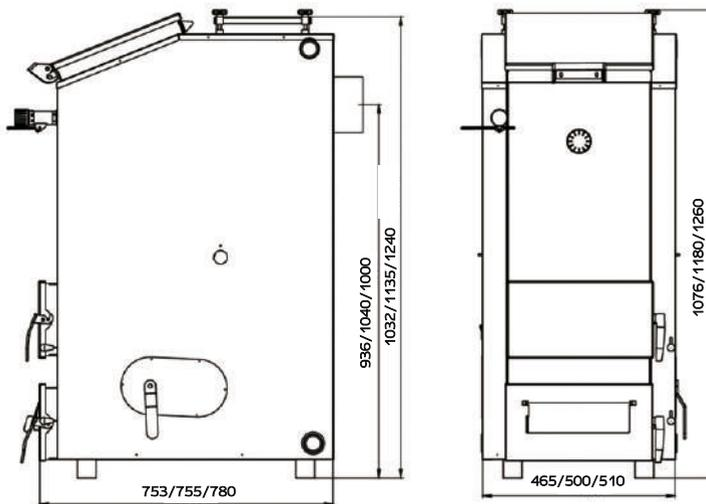
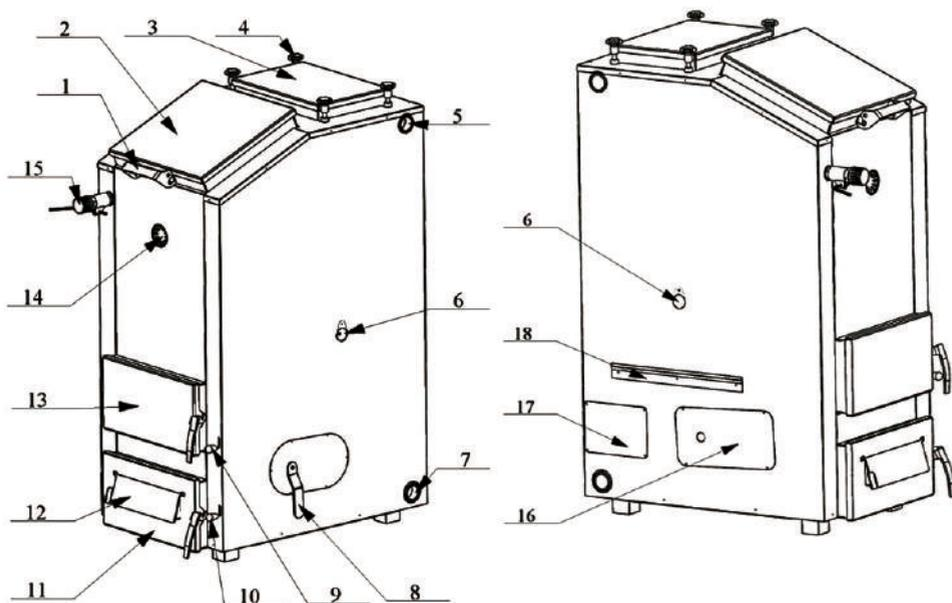
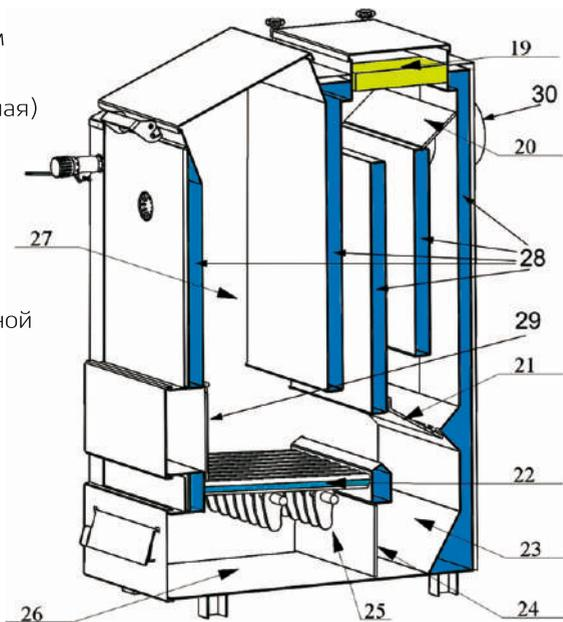

Рис. 3 Габаритные размеры котла «Магnum» 15/20/30 кВт
Рис. 4 Схема устройства котла «Магnum» 30 кВт
Рис. 5 Схема котла «Магнум» 30 кВт в разрезе
**В модели «Магнум» 30 кВт обязательно проверить наличие и положение заслонки [20] Рис.5. Заслонка должна располагаться как указано на Рис.5. Доступ к заслонке проводится путем открытия люка прочистного [3] Рис.4 и съемом шамотных кирпичей [19] Рис.5.**
Состав котла работающего на твердом топливе представлен на Рис. 3, 4 и 5. Котел состоит из корпуса, состоящий из патрубка дымохода [30], водонаполненного колосника [22], водонаполненного теплообменника [28]. Для универсальности подключения котла с левой и правой стороны установлены патрубки подачи [5] и обратной [7]. После подключения котла к системе отопления с обратной стороны в патрубок подачи [5] устанавливается заглушка, а в патрубок обратной [7] возможна установка блока ТЭНа.\* На лицевой стороне установлен патрубок для подключения терморегулятора тяги [15]. Также на лицевой стороне установлены термометр [14] для контроля температуры теплоносителя в котле и две дверцы: дверца топочная [13] предназначена для загрузки растопочного материала, дров и растопки; дверца зольника [11] предназначена для очистки от золы и регулировки подачи количества воздуха, с помощью, установленной на дверцу заслонки с регулировочной рукояткой [12]. Установленная на боковой поверхности котла заслонка [6] при розжиге котла должна быть закрыта, при устойчивом горении в положении открыта. В верхней части корпуса котла установлена дверка [2] для загрузки основного топлива и люк прочистной [3]. Прочистка каналов дымохода производится путем снятия болтов крепления [4], открытия люка прочистного [3], снятия шамотного кирпича [19] и открытия заслонки прочистной [20] (Рис. 5) **\*Контроль работы за блоком ТЭН осуществляется через пульт управления. Датчик температуры устанавливается на трубу подачи (применительно ко всем моделям КДГ «Магnum»).**